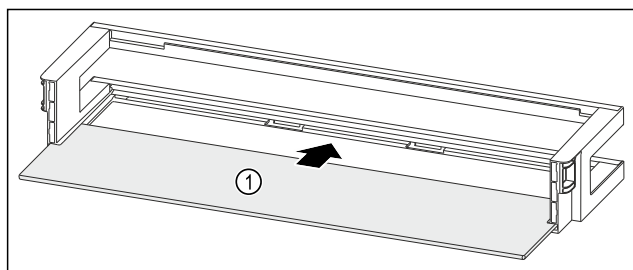

Fig. 119 Odkladací priestor vo dverách s odkladacou plochou
- Zasuňte odkladaciu plochu Fig. 119 (1) do bočných vybrání.